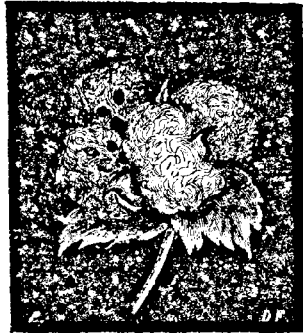

Fig. 214. Capsule de cotonnier.
**Origine.** — Le coton est tiré d'un arbre, le Colonnier, qui croît dans les pays chauds et qui a de 1 à 6 m. de hauteur. Son fruit est une capsule, contenant des graines qui sont entourées de filaments blancs, qu'on nomme *coton* (fig. 214). Quand il est mûr, la capsule s'ouvre et montre une touffe cotonneuse ; on le cueille, on sépare les graines, afin de les faire servir à la nourriture des bestiaux ou à la fabrication de l'huile de coton.